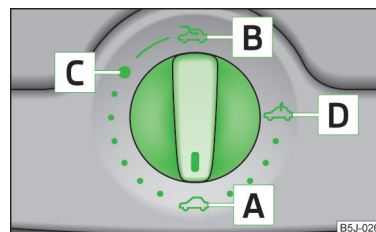

Abb. 21
Das Schiebe-/Ausstelldach wird mit dem Drehschalter » Abb. 21 auf Seite 39 bedient und funktioniert nur bei eingeschalteter Zündung. Der Drehschalter hat mehrere Stellungen.
Wurde die Batterie abgeklemmt und wieder angeklemmt, kann es passieren, dass sich das Schiebe-/Ausstelldach nicht vollständig schließt. Deshalb muss der Drehschalter in die Schalterstellung **A** gebracht » Abb. 21 auf Seite 39 und etwa 10 Sekunden lang vorn gedrückt werden.
› Den Schalter in Stellung **C** » Abb. 21 drehen.
› Den Schalter in Stellung **B** » Abb. 21 drehen und in dieser Position (gefederter Stellung) halten.
› Den Schalter in Stellung **D** » Abb. 21 drehen.
› Den Schalter in Stellung **A** » Abb. 21 drehen.
Das Schiebe-/Ausstelldach ist mit einer Kraftbegrenzung ausgestattet. Wenn ein Hindernis (z. B. Eis) das Schließen verhindert, stoppt das Schiebe-/Ausstelldach und öffnet vollständig. Das Schiebe-/Ausstelldach kann ohne Kraftbegrenzung vollständig geschlossen werden, wenn der Schalter in Stellung **A** » Abb. 21 vorn so lange gedrückt wird, bis das Schiebe-/Ausstelldach vollständig geschlossen ist » Seite 39, **I** in Abschnitt *Einleitung zum Thema*.
■ Nach jeder Notbetätigung (mit dem Innensechskantschlüssel) muss das Schiebe-/Ausstelldach in die Grundstellung gebracht werden. Deshalb muss der Drehschalter in die Schalterstellung **A** gebracht » Abb. 21 auf Seite 39 und etwa 10 Sekunden lang vorn gedrückt werden.